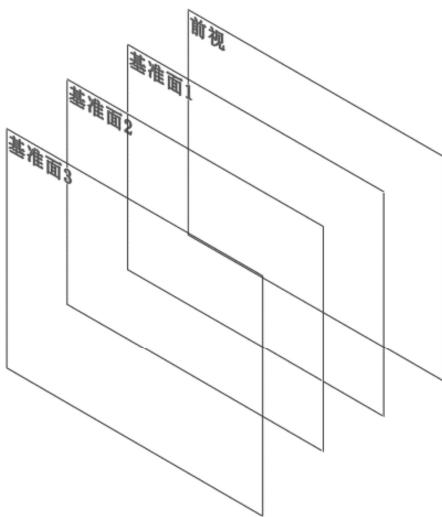

图 4-19 建立 3 个平行基准面
- 依次建立距离前视基准面为“20”、“40”和“60”的3个平行基准面，如图 4-19 所示。